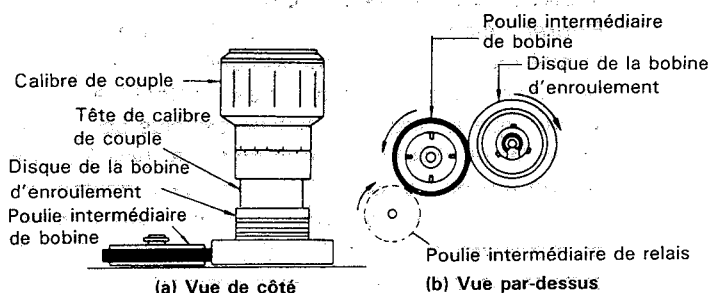

Figure 1-7.
• Vérification (Voir Fig. 1-7)